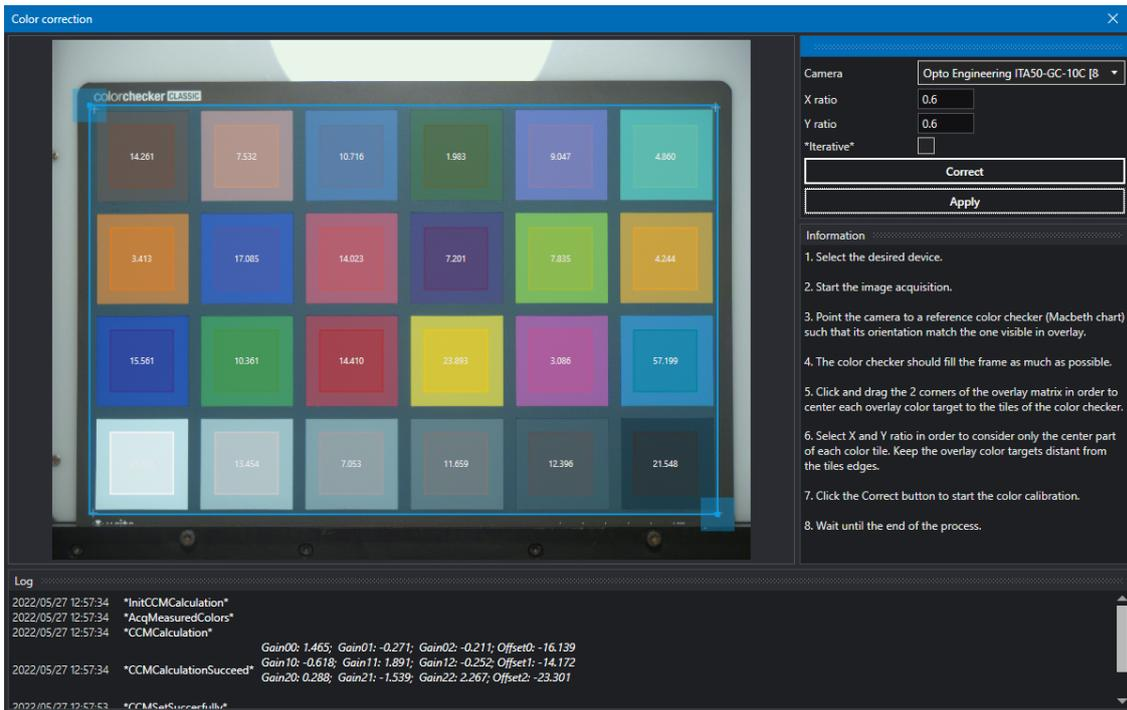

Figure 72: 色彩校准程序的第四步：使用 Itala View 的 *Color Correction Wizard*，按照向导的提示执行色彩校准。
4. 现在可以使用 Itala View 的 *Tool* 面板中的专用向导进行色彩校准：*Color Correction Wizard* 的正确使用说明列于第 4.7.6 段（图 72）。